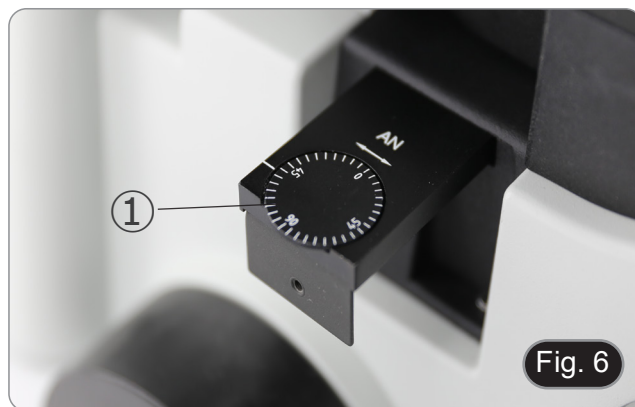

Fig. 6
2. Insérer l'analyseur rotatif dans le trajet optique. (Fig. 6)
4. En regardant dans les oculaires, tourner la roue de l'analyseur de ① pour obtenir l'extinction totale (obscurité totale dans les oculaires).